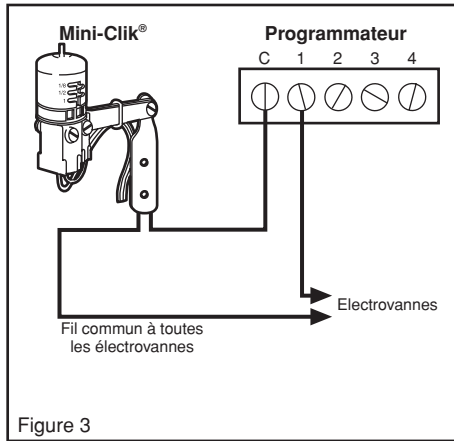

Figure 3
- Electrovannes de 24 volts uniquement (sans pompe de surpression) (voir Figure 3)